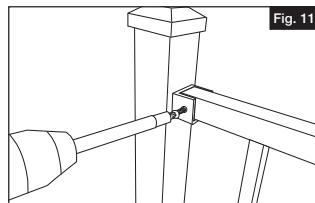

Fig. 11
- c. Coloque el panel en su lugar. Taladre los agujeros con una broca para metal de  $5/32"$ . Fije el panel con los herrajes de sujeción suministrados (Fig. 11) (2 tornillos por soporte).